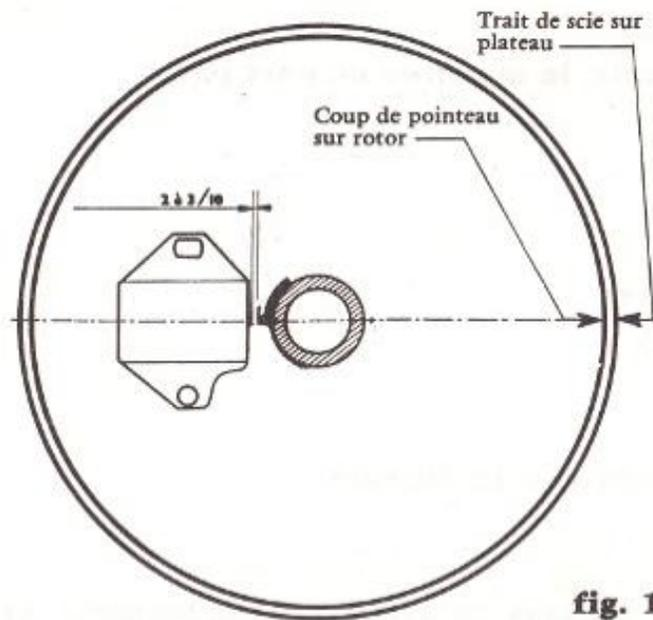

fig. 1
- Après démontage du rotor, s'assurer que l'entrefer entre le pôle du capteur et l'ergot de la came présente un jeu d'environ 2/10 de mm (voir figure 1 page ci-contre).
- On règle cet entrefer par déplacement du capteur (3) en dévissant les deux vis de fixation.
- Au remontage, positionner la came dans le rotor, l'ergot de la came à 180° en opposition au coup de pointeau repère du rotor (voir figure 1 page ci-contre).